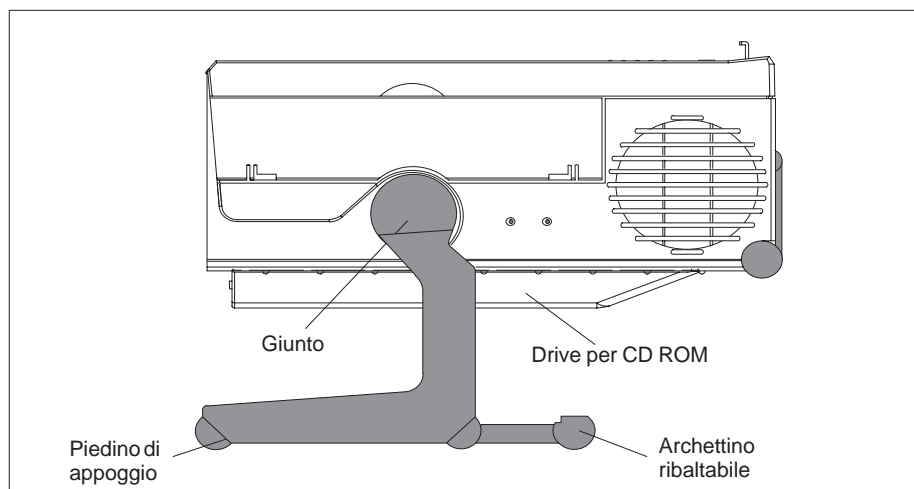

Figura 2-1 Funzionamento in posizione orizzontale senza tastiera
2. Estrarre dal piedino dell'apparecchio l'archettino ribaltabile (vedere la figura 2-1).
Per il funzionamento del dispositivo nella posizione rappresentata nella figura 2-1, si può staccare la tastiera.